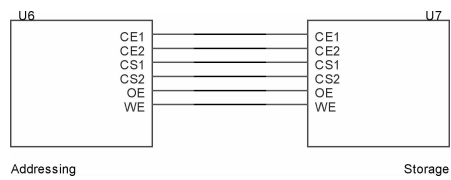

图 6-268 完成原理图绘制
4) 选择菜单栏中的“Place（放置）”→“Wire（导线）”命令，或单击“Draw（绘图）”工具栏中的“Place wire（放置导线）”按钮，连接原理图，如图 6-268 所示。